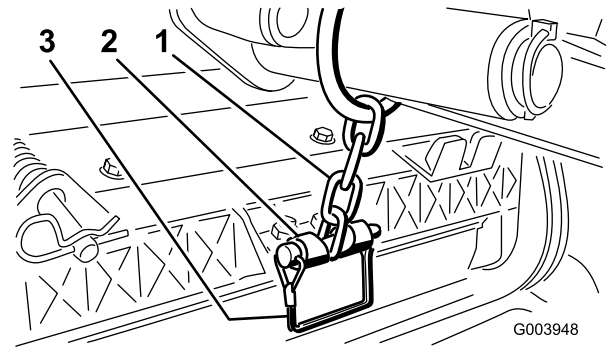

**Figura 7**
7. Nas unidades de corte dianteiras, faça deslizar uma unidade de corte sob o braço de elevação enquanto insere o veio da estrutura de suporte para cima para dentro da forquilha da articulação do braço de elevação (Figura 7).
- B. Insira a forquilha do braço de elevação no veio da estrutura de suporte (Figura 7).